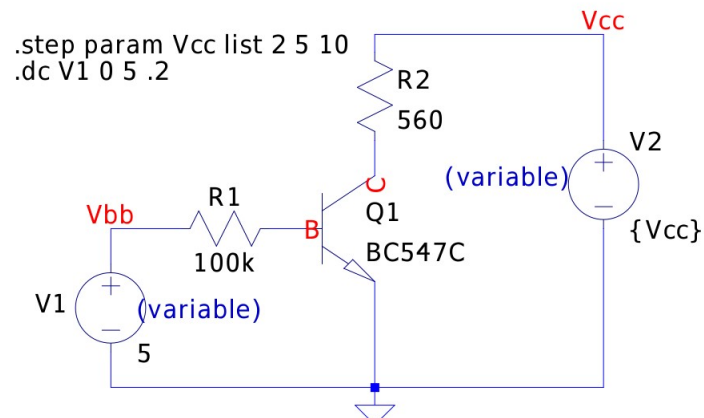

Figura 8: Circuito emisor-común con fuentes variables que permiten generar las curvas características del transistor.
- Armar el circuito en una plataforma de simulación según la figura 8. Podrá observar que se está realizando un barrido de la tensión en la base (V_{BB}) y a su vez se lanzará una lista de tensiones para el colector (V_{CC}). Genere la curva $I_C = f(I_B)$ y analice las curvas para cada una de las tensiones de colector. Deberá relacionar las gráficas con el valor de la ganancia de corriente (β).